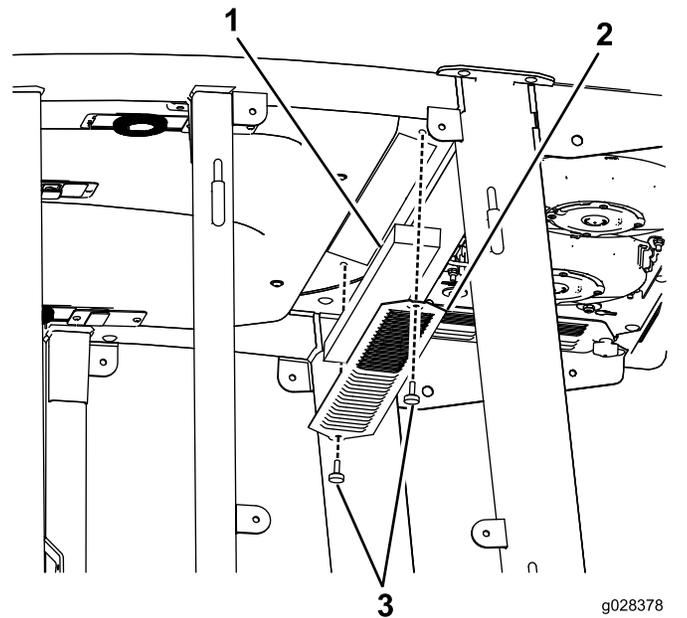

Figura 123
3. Togliete il tetto della cabina rimuovendo i 22 bulloni che fissano il tetto (Figura 123).
4. Togliete i filtri dell'aria (Figura 123).
5. Rimuovete e pulite le serpentine refrigeranti (Figura 123).